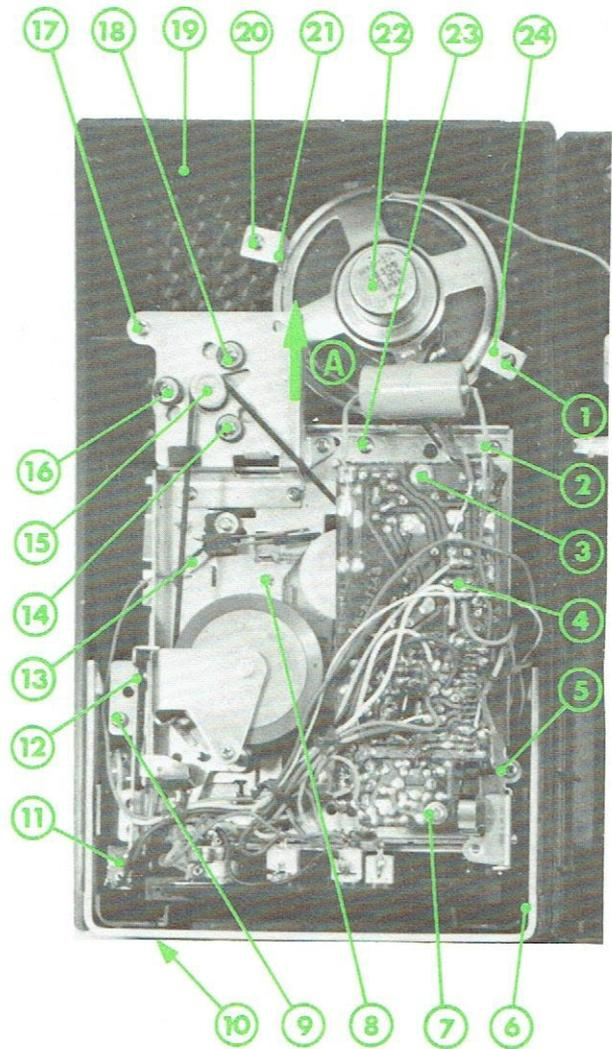

Fig. 3
C. ACCÈS AU CÔTÉ ÉLÉMENTS DE LA PLATINE AMPLIFICATEUR - ENREG./LECT. (Fig. 3)
- 2° - Enlevez les vis (3) et (7) pour avoir accès au côté éléments de la platine AMPLIFICATEUR - ENREG.-LECT. (4).
D. DÉPOSE DE LA PLATINE MAGNÉTOPHONE (Fig. 3)
- 2° - Enlevez par traction la manette (10) du potentiomètre (11).
- 3° - Retirez les vis (2), (5), (9), (17), et (23).
- 4° - Enlevez la poignée (6) et la patte (12).
- 5° - Dévissez les vis (1) et (20) afin de libérer le haut-parleur (22) des pontets métalliques de fixation (21) et (24).
- 6° - Enlevez le haut-parleur (22) du coffret supérieur (19).
- 7° - Soulevez la platine magnétophone (8) en la tirant dans le sens de la flèche (A) pour la dégager du coffret supérieur (19).
E. DÉMONTAGE DU MOTEUR (Fig. 3)
- 3° - Enlevez la courroie d'entraînement (13) de la poulie moteur (15).
- 4° - Enlevez les vis (14), (16), et (18) de fixation du moteur.
- 5° - Retirez le moteur de la platine magnétophone (8).
- 2° - Enlever la vis (9), et la patte (12) (Fig. 3).
- 3° - Décrocher l'extrémité A du ressort de rappel (3).
- 4° - Enlever les vis (1) et (5) ainsi que le ressort (2) et le support palier inférieur (7).
- 5° - Enlever la courroie d'entraînement (6).
- 6° - Retirer par traction le volant (8) de la platine magnétophone (4).
- 7° - Après remplacement de la courroie d'entraînement (6) ou du volant (8) procéder au réglage du jeu axial du volant (voir chapitre IV. CONTROLES ET RÉGLAGES MÉCANIQUES).